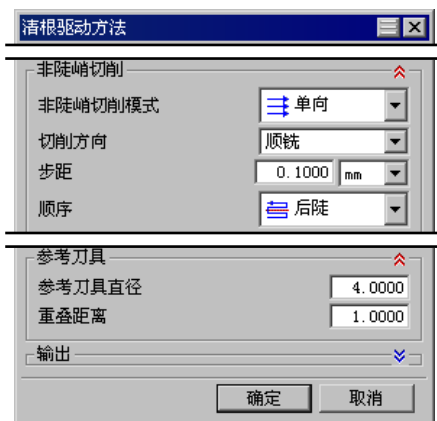

图 6.21 设置驱动设置
Step1. 单击“多刀路清根”对话框 **驱动设置** 区域的“编辑”按钮 ，然后在系统弹出的“清根驱动方法”对话框，设置图 6.21 所示的参数。